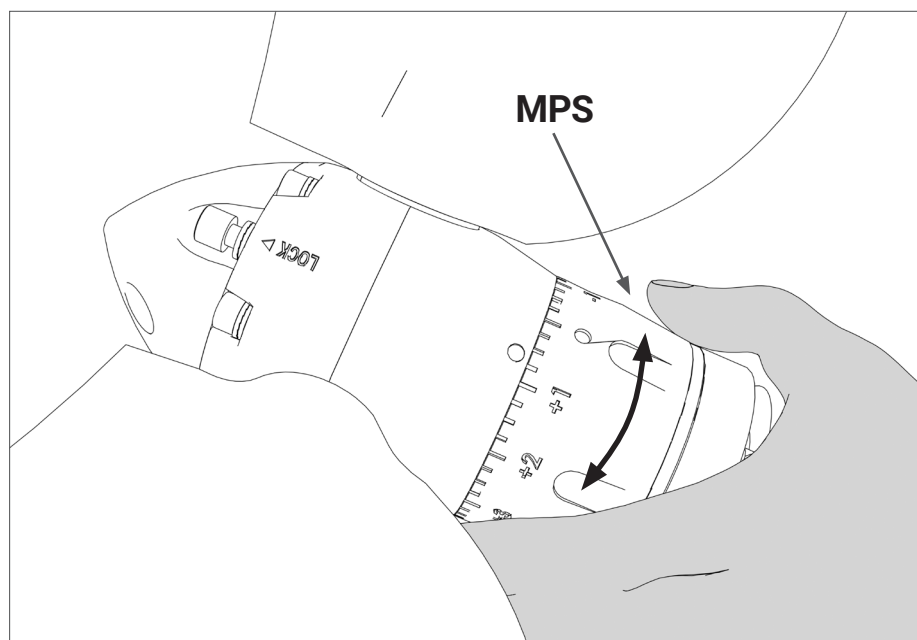

FIG. 25 | Réglage du pas
- Pour obtenir la variation du pas souhaitée, tourner la bague en alignant précisément l'encoche sélectionnée avec le symbole "○" sur le corps de l'hélice (Fig. 25).